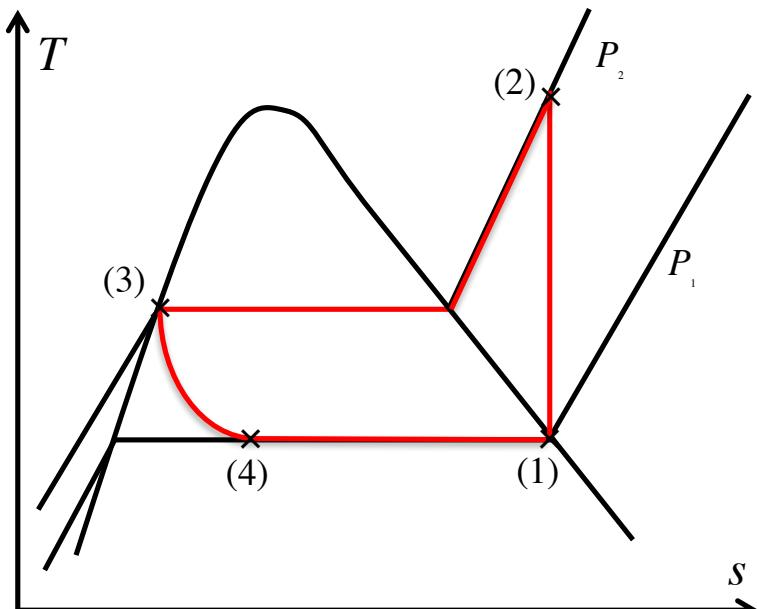

Figure 1
Une machine frigorifique permet de maintenir une température de  $-18^\circ\text{C}$  dans une chambre froide industrielle. Le cycle décrit par le fluide frigorigène est représenté dans le diagramme entropique de la figure 1, où la transformation  $3 \rightarrow 4$  est adiabatique et isenthalpique. Les pressions extrêmes sont  $P_1 = 1,4 \text{ bar}$  et  $P_2 = 8 \text{ bars}$ . Le débit du réfrigérant est de 180 kg/h.
- a) En vous appuyant sur la représentation du cycle dans le diagramme entropique (figure 1) :
- précisez les états dans lesquels se trouvent le fluide frigorifique en les différents points du circuit, (1), (2), (3) et (4) ;
- décrivez les transformations subies par le fluide (**type de transformation, nature de l'évolution**) entre (1) et (2), entre (2) et (3) et entre (4) et (1). Quel nom donne-t-on à la transformation (1-2) ?
- b) Cette machine frigorifique est constituée des quatre organes principaux suivants : un compresseur (C) ; un détendeur (D) ; deux échangeurs thermiques, un évaporateur (E) et un condenseur (L).